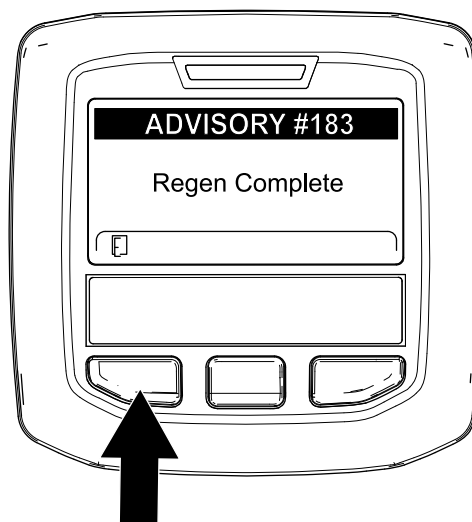

Bild 96
9. Wenn der Motorcomputer eine geparkte Regenerierung oder eine Wiederherstellung-Regenerierung abschließt, wird im InfoCenter ADVISORY #183 (Bild 96) angezeigt. Drücken Sie die linke Taste, um den Begrüßungsbildschirm anzuzeigen.